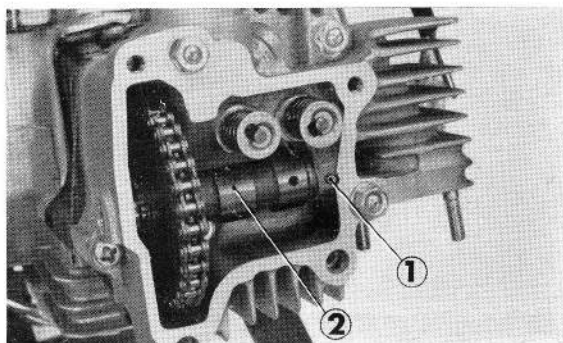

Figure 2-24 : ① goujon de 3×12
7. Aligner le trou du verrou d'arbre à cames avec l'orifice de cheville foré dans la culasse. Utiliser un tournevis pour tourner et introduire le goujon de 3×12 (figure 2-24).